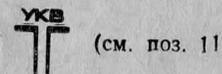

рис. 2). Схемы распайки вилки САР1-В и вилки САР3-В антенны УКВ приведены на рис. 6. Вилку магнитной антенны (см. рис. 7), входящей в комплект
2) с помощью вилки САР1-В подключите антенну, предназначенную для приема в диапазонах ДВ, СВ, и заземление к розетке (см. поз. 10 рис. 2) согласно обозначениям на задней стенке  ,  , а антенну, пред-
поставки, подключите к розетке АНТЕННА МАГНИТНАЯ (см. поз. 9 рис. 2);
3) подключите к розеткам (см. поз. 3, 4 рис. 2) акустические системы с помощью соединительных шнуров (см. поз. 8 рис. 5);
ВНЕШНЯЯ (см. поз. 8 рис. 2) и ориентируйте магнитную антенну в горизонтальной плоскости по максимуму сигнала и минимуму помех, вынув антенну из обеих защелок отсека (см. поз. 2 рис. 2). Длину шнура магнитной антенны регулируйте вращением кольца подставки магнитной антенны.